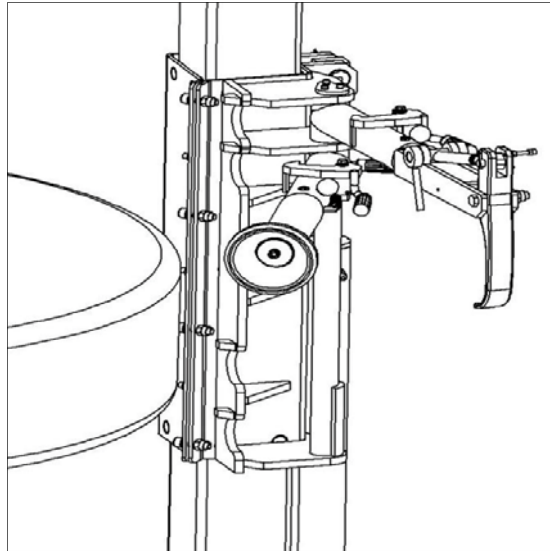

Рис. 4
7. Отведите прижимной ролик от края диска, поднимите каретку из рабочего положения и подведите прижимной ролик под колесо, рис. 4.